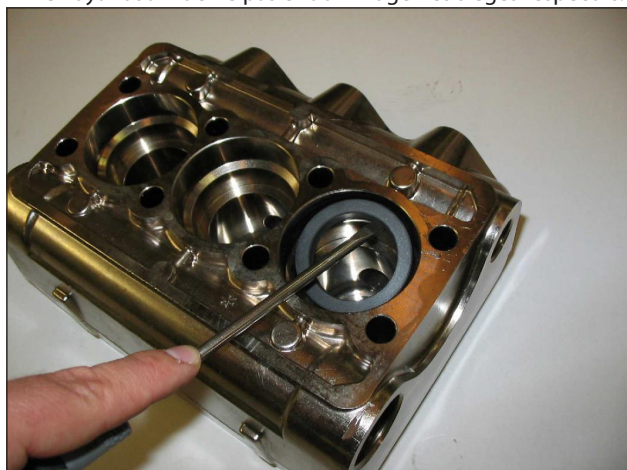

Fig. 21
C) Extraire les bagues d'étanchéité à haute pression de la tête et celles de basse pression du support correspondant en utilisant des outils ordinaires, comme l'indique la Fig. 21 et en ayant soin de ne pas endommager les sièges respectifs.